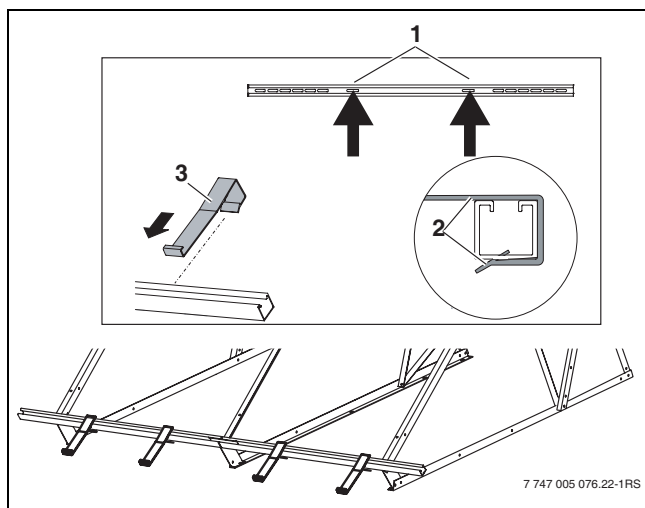

Fig. 25 Accrocher les dispositifs anti-glissement
- Glisser les dispositifs anti-glissement (→ fig. 25, [3]) dans les perforations longitudinales intérieures [1] par l'extérieur au-dessus du rail profilé jusqu'à ce qu'ils s'enclenchent [2].